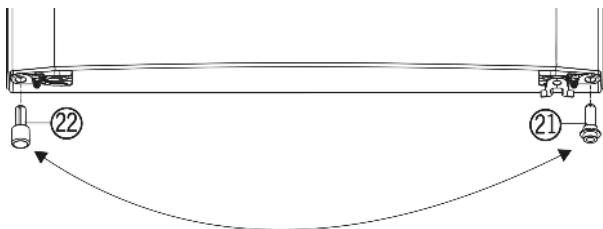

Fig. 5
- Извлеките из двери распорную деталь Fig. 5 (22) внизу слева.
- Вставьте распорную деталь Fig. 5 (22) в дверь справа внизу.